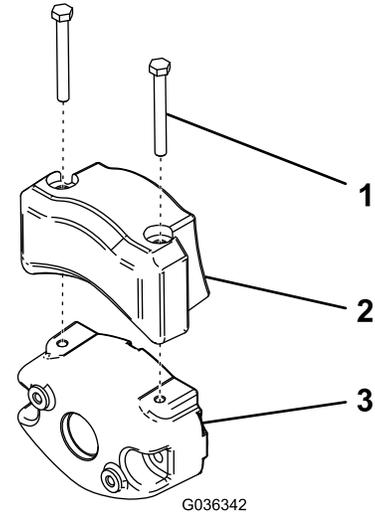

Figura 50
2. Sujete el contrapeso eléctrico al contrapeso existente con 2 tornillos, según se muestra en Figura 50.